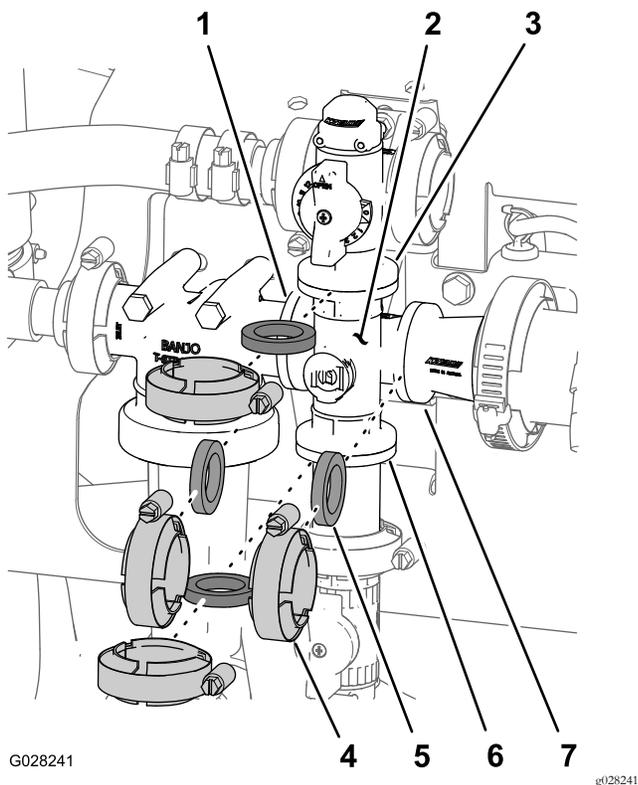

図 112
1. 攪拌バルブのマニホールドを攪拌バイパスバルブ、圧力フィルタヘッド、リデュースカップリング、アダプタフィッティング攪拌スロットルバルブに固定しているクランプとガスケットを外す 図 112。